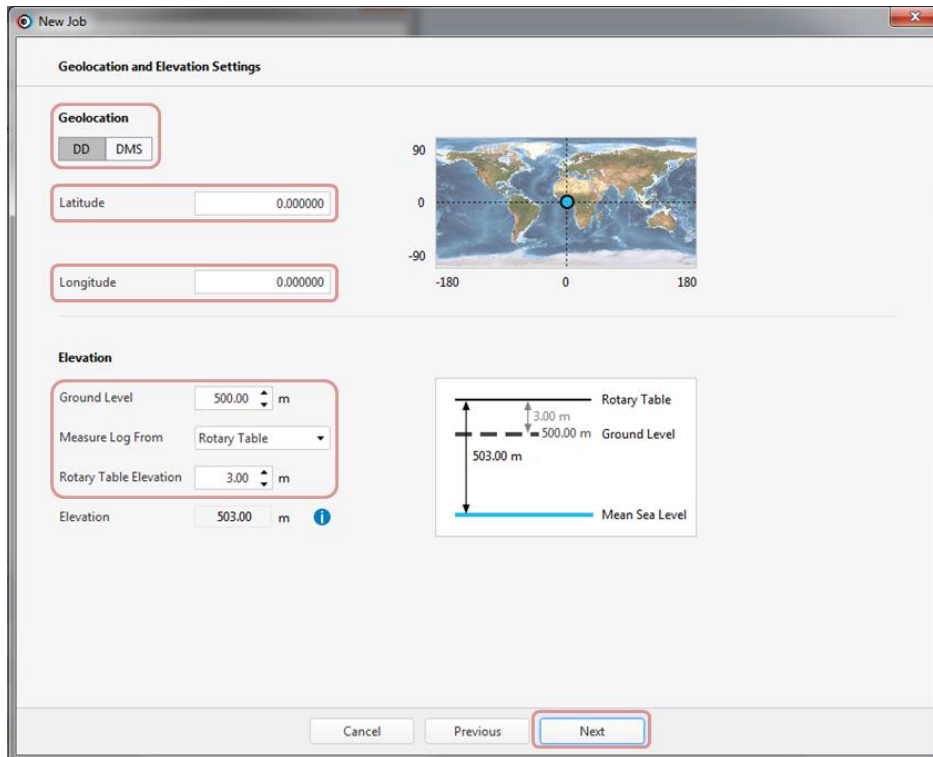

Рис. 4.4.4 Положение скважины в пространстве
- Укажите **координаты точки бурения** и **высоту над уровнем моря** в десятичных координатах (DD) или в географических координатах (DMS). Положение устья скважины отобразится на карте (Рис. 4.4.4).
- Задайте **высоту для вычисления TVD-SS**. Сначала укажите высоту местности над уровнем моря (Ground Level). Выберите тип точки отсчета (Measure Log From): роторный стол (Rotary Table), буровой пол (Drilling Floor) или вкладыш под рабочую трубу (Kelly Bushing). Затем укажите высоту точки отсчета над уровнем местности (на Рис. 4.4.4 это Rotary Table Elevation). Схема иллюстрирует уровень моря (Mean Sea Level), высоту местности над уровнем моря (Ground Level) и высоту точки отсчета над уровнем местности в соответствии с введенными значениями.